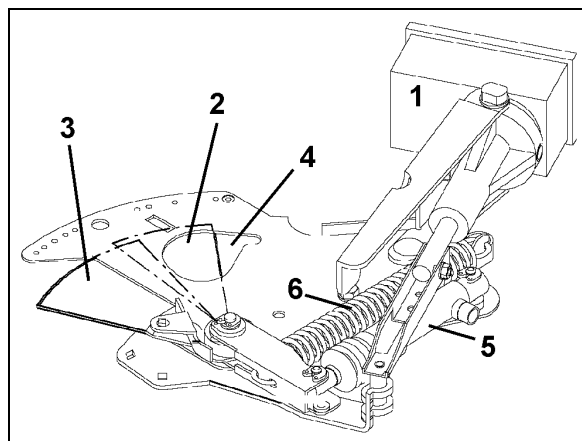
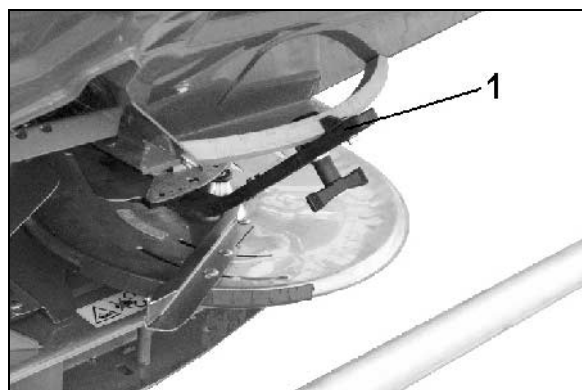

Fig. 12
Fig. 13
De elektriska ställmotorerna (Fig. 12/1) manövrerar doseringsspjällen (Fig. 12/2) och påverkar därmed utloppsöppningens (Fig. 12/4) storlek.
- Manuellt med hjälp av en inställningsspak (Fig. 13/1) genom att ställa in olika öppningar på doseringsspjället (Fig. 12/4).
Öppning och stängning av utmatningsöppningen sker med två andra spjäll (Fig. 12/3) som stängs hydrauliskt (Fig. 12/5) och som öppnas med fjäderkraft (Fig. 12/6).